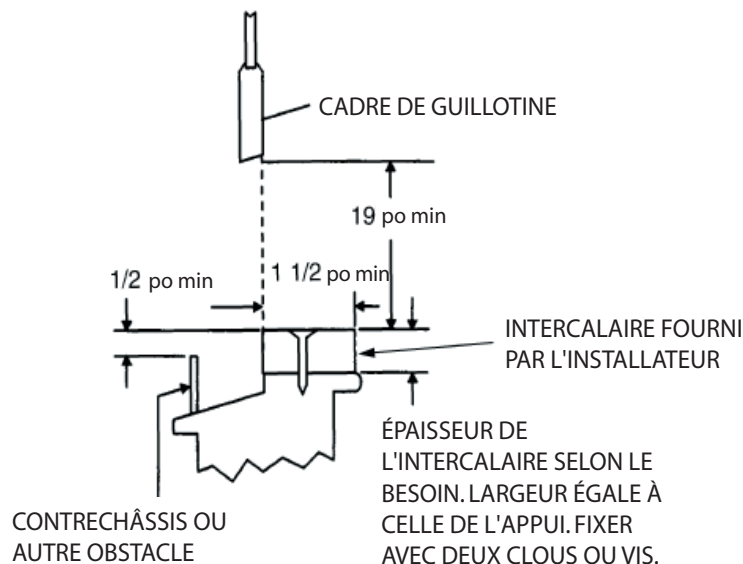

Fig. 21 - Installation sur un contrechâssis
C'est pourquoi le contrechâssis (ou tout autre obstacle extérieur) doit être au moins 1/2 po (13 mm) plus bas que l'appui de fenêtre. Si le contrechâssis extérieur n'est pas au moins à 1/2 po (13 mm) en dessous de l'appui de fenêtre, l'appui doit être surélevé. Voir Fig. 21. L'intercalaire doit être fourni et coupé par l'installateur.
1. Cet intercalaire, en bois, doit avoir une largeur d'au moins 1 1/2 po (3,80 cm) et une longueur correspondant à l'appui de fenêtre. L'épaisseur de l'intercalaire dépend de la hauteur du contrechâssis. Il doit élever suffisamment l'avant du conditionneur pour qu'il penche à l'extérieur d'au moins 5/8 po (1,60 cm), tout en reposant sur le contrechâssis. Voir Figure 21.